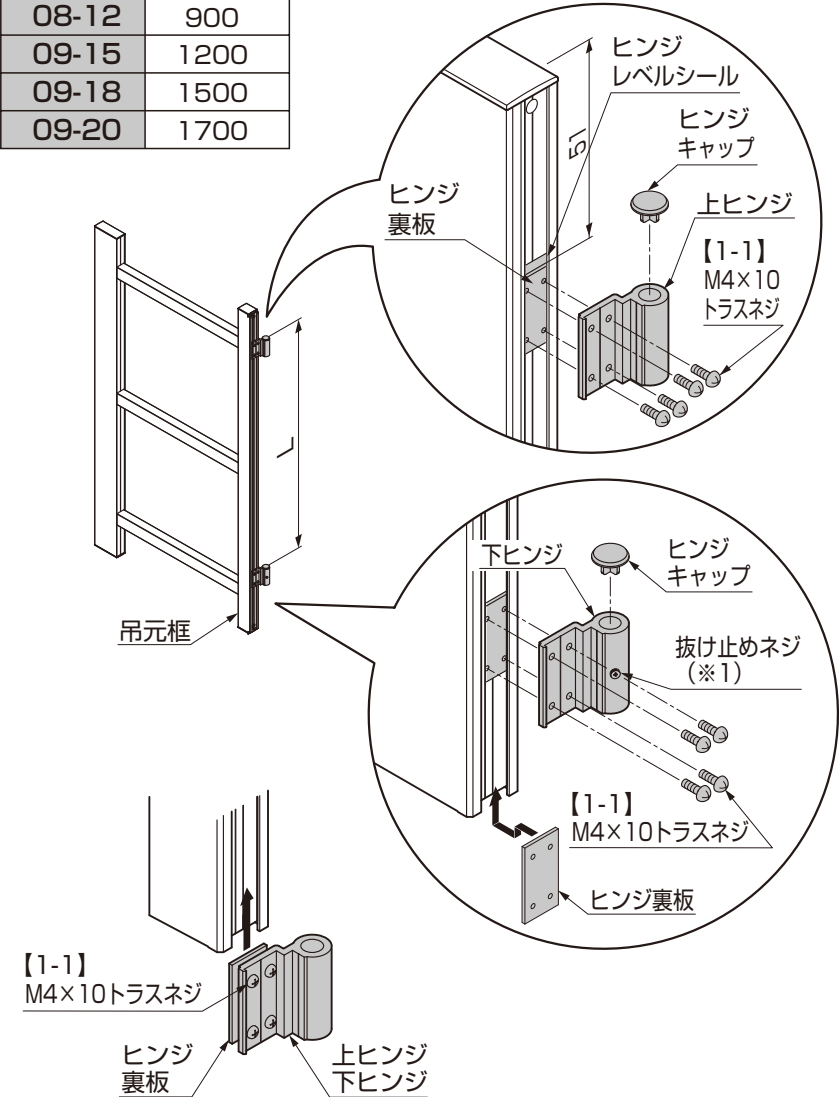

図6-1
- ①ヒンジ裏板を吊元側下端からスライドして、各ヒンジを図に示す位置に【1-1】で固定してください。(表6-1参照)
- ②ヒンジキャップを取付けてください。
- あらかじめヒンジに、ヒンジ裏板を仮組みした状態で吊元側にスライドさせ、取付けると簡単です。(図6-1参照)